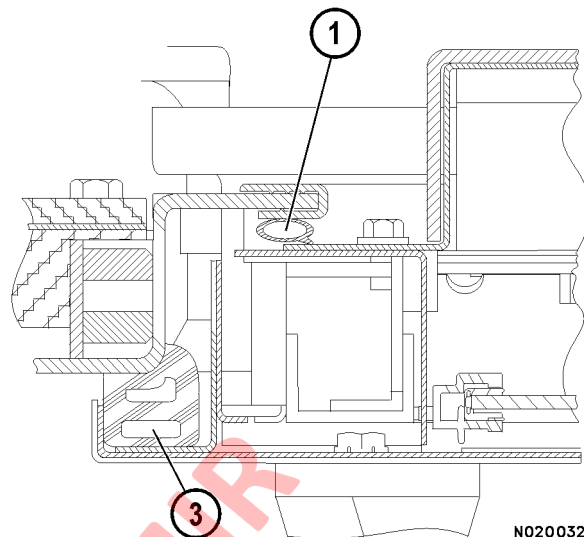

FIGURA 2-17.
3. Instale el sello de manera que sus esquinas calcen con las esquinas del marco de la puerta (3, Figura 2-17).
1. Tire de un extremo del sello, comenzando en el centro inferior de la abertura de la puerta. El sello debe desprenderse del borde de la abertura de la cabina. Desprenda todo el sello alrededor de la abertura (1, Figura 2-17 y 2-18).